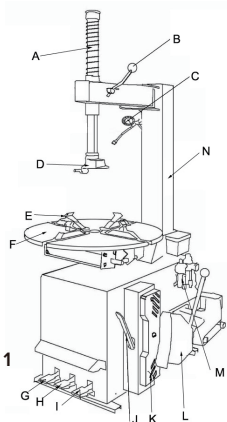

Fig. 1
- Consulte la Fig. 1 para comprobar si el equipo está en perfectas condiciones, asegurándose de que ninguna pieza esté dañada o falte.